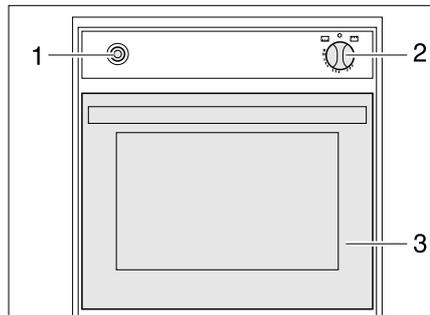

Bild 205 Gasbackofen (Spinflo)
- Backofenklappe (Bild 205,3) ganz öffnen.
- Drehregler (Bild 205,2) leicht drücken und auf "🔥" (Backofen) oder "GRILL" stellen.
- Drehregler (Bild 205,2) drücken und 5 bis 10 Sekunden lang gedrückt halten. Es strömt Gas zum Brenner.
- Zündschalter (Bild 205,1) so oft drücken, bis die Flamme brennt.
- Drehregler (Bild 205,2) auf "○" drehen. Die Flamme erlischt.